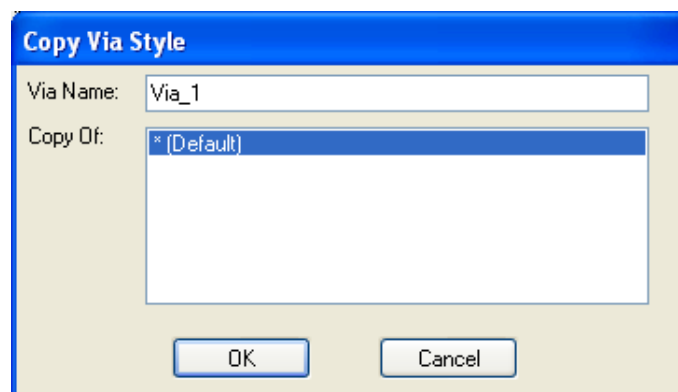

Рисунок 3.7 - Окно **Copy Via Style**
- Для формирования собственного стиля необходимо нажать кнопку **Copy**. Появится окно **Copy Via Style** (рис. 3.7). В поле **Via Name** задать имя **Via_1**,
- Кнопка **Via Style** (см. рис. 3.7) предназначена для вызова диалогового окна команды **Options / Via Style**. При использовании автотрассировщика **PRO Route**, в отличие от **Quick Route**, поддерживаются не только простые стили контактных площадок и переходных отверстий, но и сложные, позволяющие выполнить подключение к внутренним слоям (см. разд. 3.3.1.).